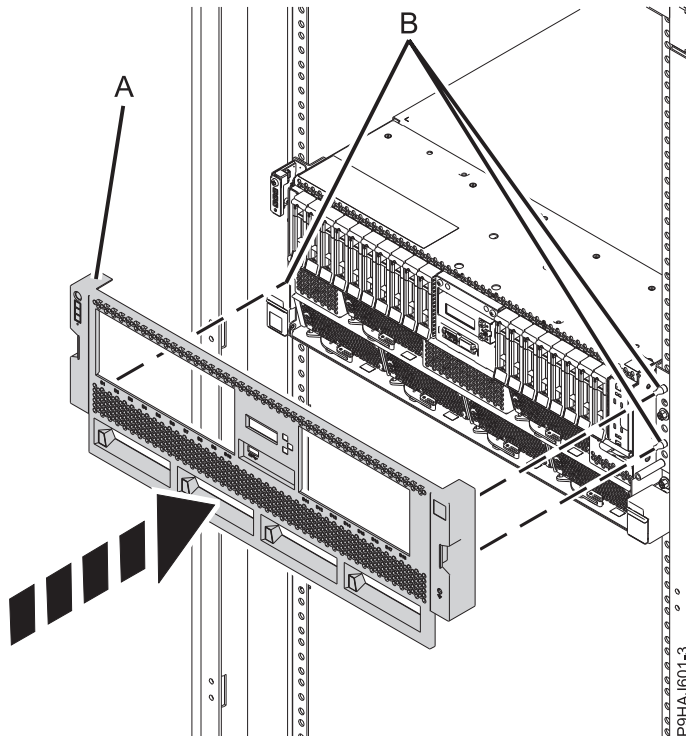

Abbildung 17. Vordere Abdeckung installieren
2. Drücken Sie bei einem Einschubsystem die vordere Abdeckung (A) vorsichtig so weit hinein, bis sie einrastet. An der Abdeckung befinden sich Vertiefungen, an denen Sie sie leichter festhalten können. Verwenden Sie die Ausrichtungsstifte (B), um die Abdeckung am System zu befestigen (siehe Abb. 17 auf Seite 33).